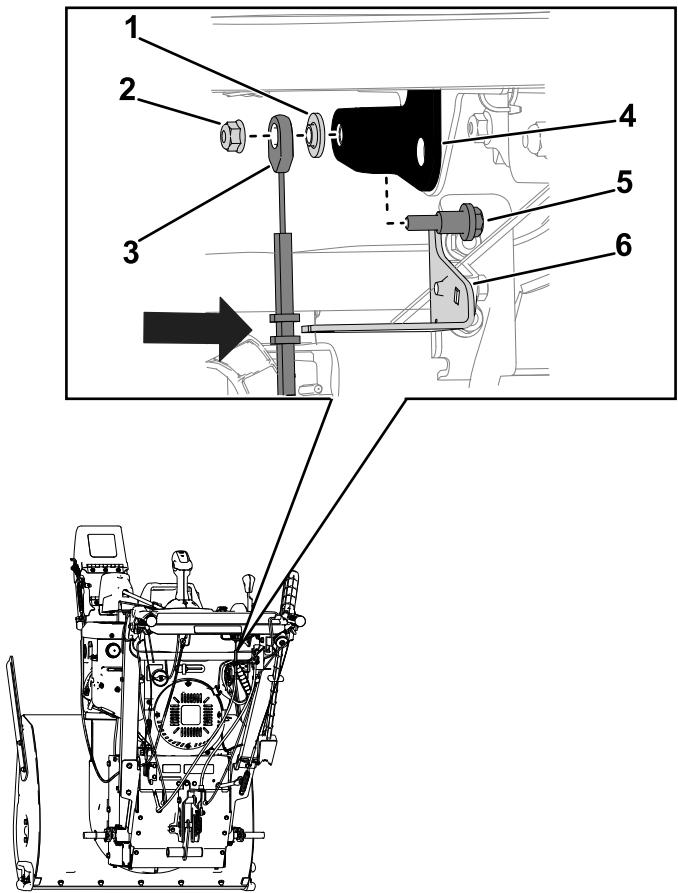

Figura 24
5. Instale el cable de la transmisión hidrostática en el soporte del selector de velocidad (Figura 24).
- Fije el cable de la transmisión hidrostática en el selector de velocidad con un perno de cuello largo ($\frac{1}{4}$ " x 1") una arandela escalonada y una tuerca ($\frac{1}{4}$ ") (Figura 24).